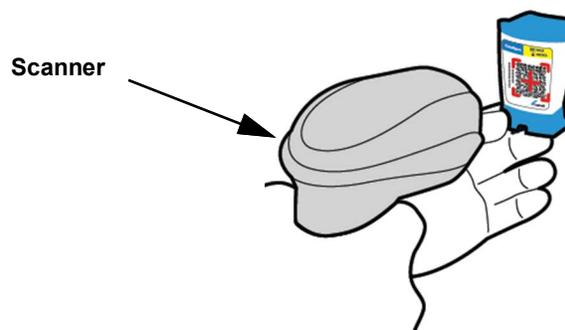

Abbildung 5-18. Scannen eines Kartuschen-Barcodes
Die Verwendung des Handscanners ist für alle Scanvorgänge (z. B. Scannen der Patienten-ID, der Proben-ID und des Kartuschen-Barcodes) ähnlich. In diesem Abschnitt wird das Scannen des Kartuschen-Barcodes beschrieben. Siehe Abbildung 5-18.
1. Scannen Sie den Barcode, indem Sie den Scanner im Abstand von ungefähr 20 bis 25 cm vom Barcode halten und den Laserstrahl des Scanners auf das Barcodebild richten. Abbildung 5-18 zeigt, wie ein Kartuschen-Barcode gescannt wird.